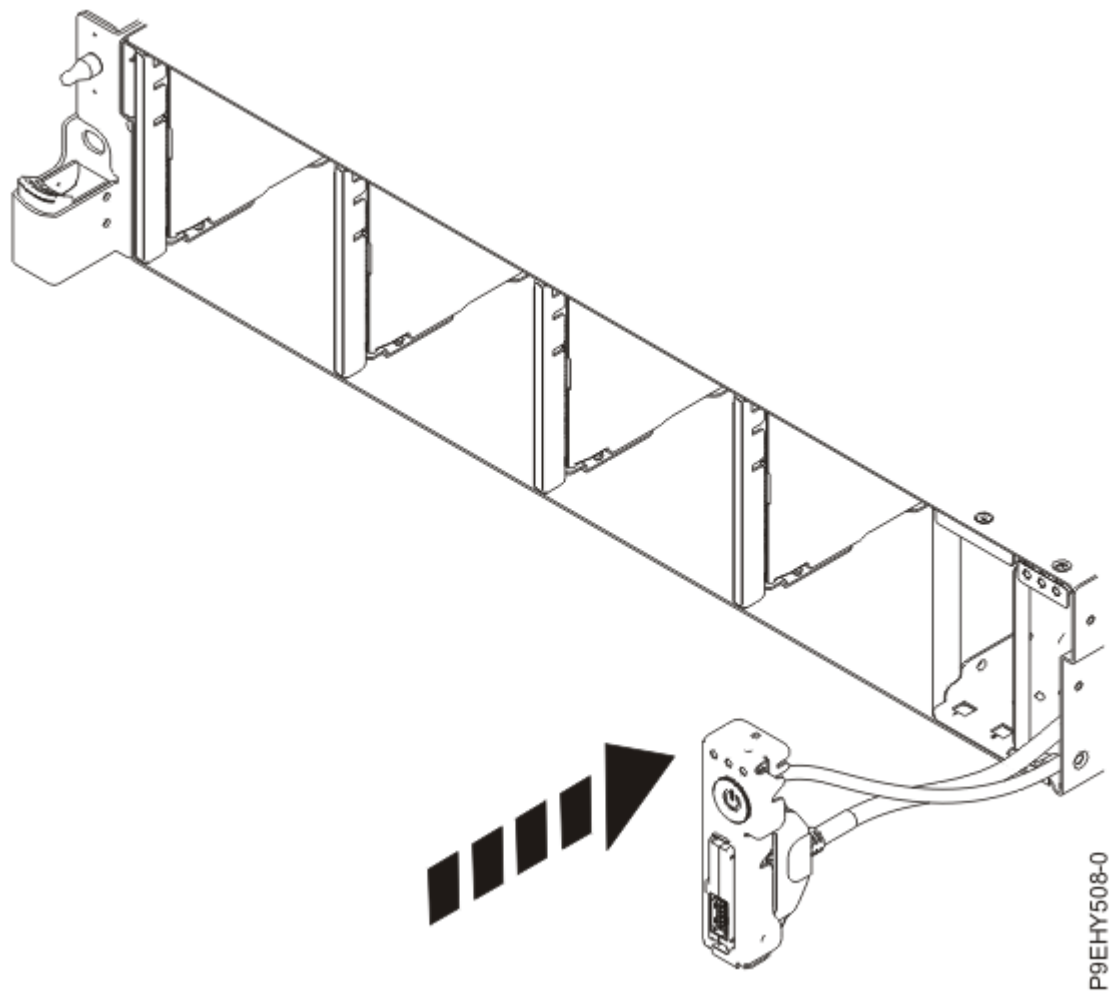

Figure 174. Remise en place du câble USB avant dans le fond de panier système
4. Insérez le Câble USB et l'ensemble interrupteur d'alimentation et cordon dans le système, comme illustré dans la Figure 174, à la page 193. Prenez soin d'acheminer les câbles jusqu'au fond de panier système.